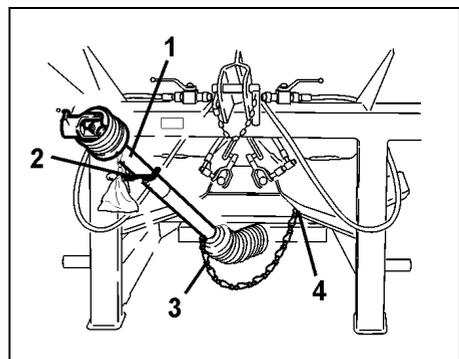

Fig. 17
- Zweite Gelenkwellenhälfte (Fig. 17/1) aufstecken und in Halterung (Fig. 17/2) legen.
- Schutzrohr mit Kette (Fig. 17/3) an der Halterung (Fig. 17/4) sichern.